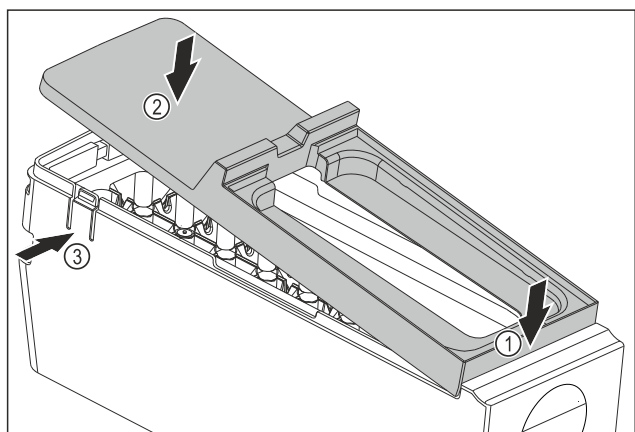

Fig. 175
- ▶ Montering af EasyTwist-Ice-legemets afdækning: Påsæt afdækningen foran. Fig. 175 (1)
- ▶ Sænk afdækningen bagtil. Fig. 175 (2)
- ▶ Afdækningen går hørbart i indgreb i begge lasker Fig. 175 (3).